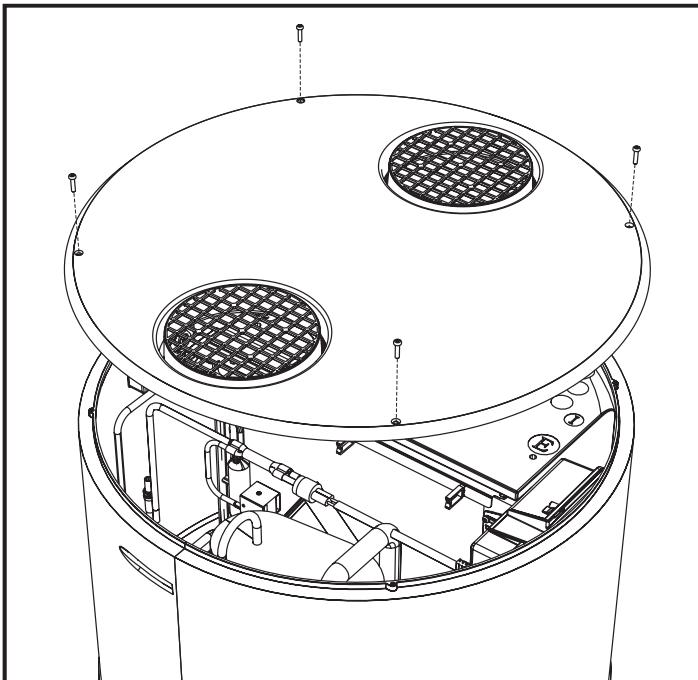

fig. 45 - Remoção da cobertura superior
- Remova a cobertura superior desapertando primeiro os respetivos parafusos de bloqueio (fig. 45).